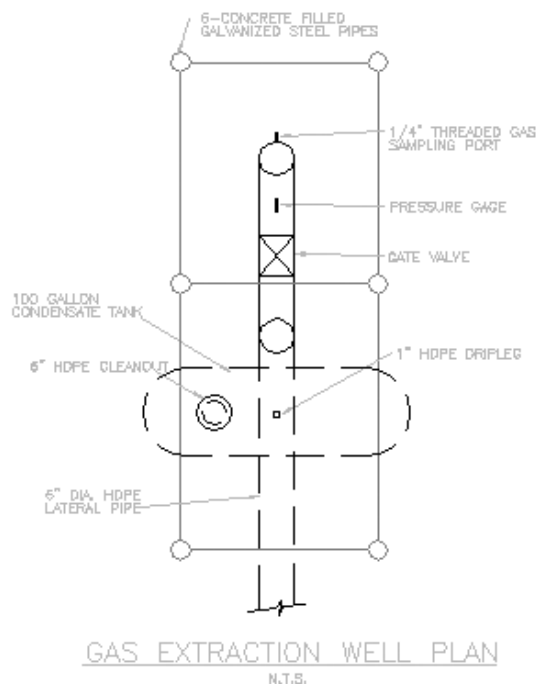

Рис. 8.3. Законченный чертёж скважины
12. Сохраните чертеж. Он должен выглядеть как на рис. 8.3.